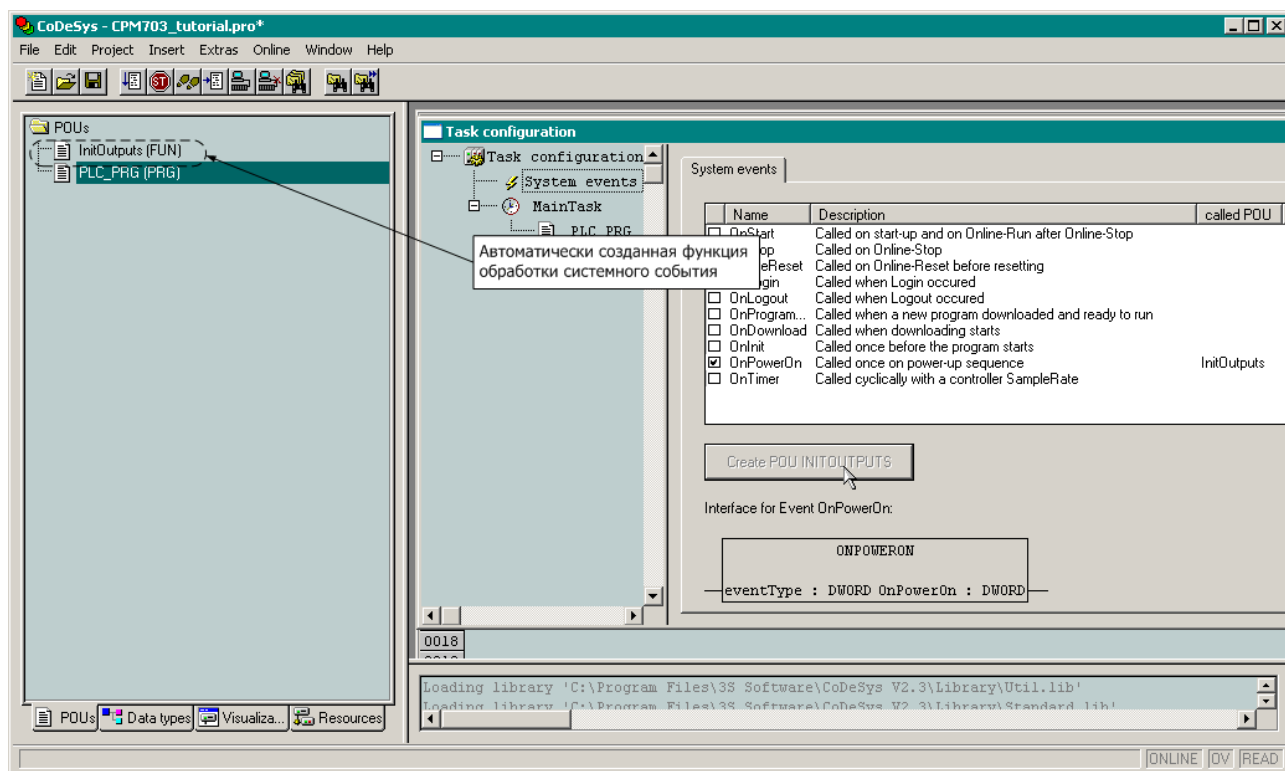

Рис. 21. Внешний вид вкладки System events после ввода имени функции и щелчка на ячейке, расположенной слева от имени функции
4. Нажмите кнопку **Create POU INITOUTPUTS**. Имя функции *InitOutputs* появится в списке программных единиц во вкладке **POUs**, как показано на рис. 21, а кнопка **Create POU** перестанет быть активной.